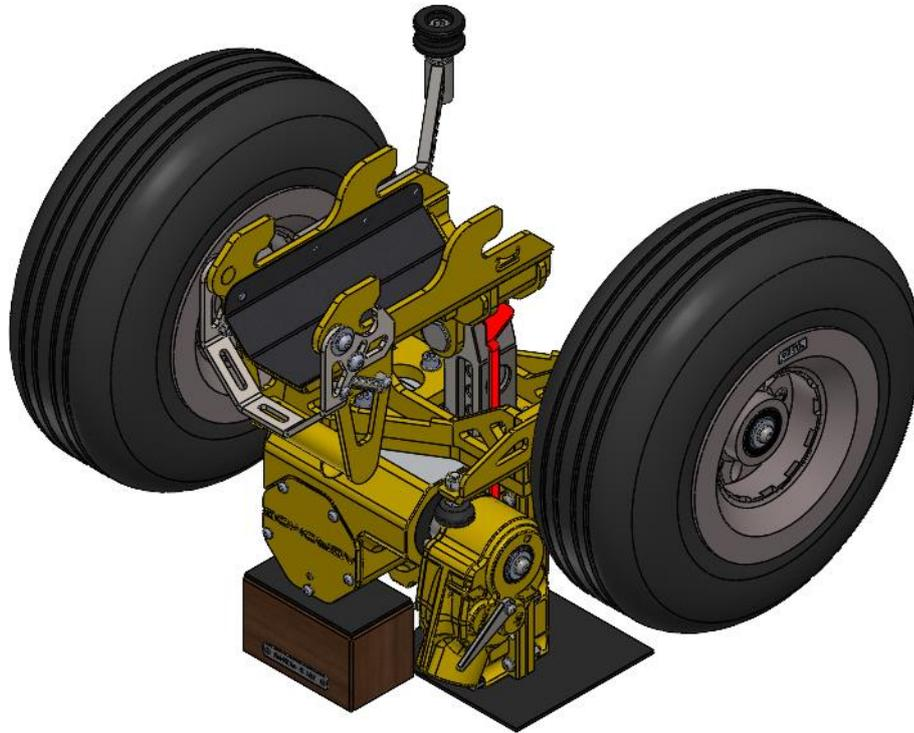

Figura 7
- d. Com o bloco de cabeça pra baixo e cremalheira toda para fora, instale as rodas montadas conforme MM-AM-HDM-145-K01/4-3. Conforme *Figura 7*